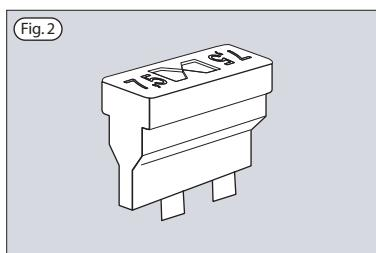

Fig. 2
- Controlla lo spessore del materiale d'attrito (fig. 2). Se lo spessore è ridotto a 1 mm o meno, rivolgiti immediatamente ad un Concessionario o Officina Autorizzata Benelli per effettuare la sostituzione.
- Check the frictional material thickness (fig. 2). If thickness is equal to 1mm or less, immediately apply to a Benelli Dealer or Authorized Workshop to have it renewed.
If the electrical equipment of your scooter gives no signs of life when the ignition key is turned, check the fuse condition by inspecting the reed located on top of the fuse (see figure 2). If the fuse has blown, immediately contact a Benelli Dealer or Authorized Workshop to have the electrical equipment checked.
Dans le cas où le circuit électrique du scooter ne fonctionne pas lorsqu'on met le contact, contrôler l'intégrité du fusible en observant la lamelle placée dans la partie supérieure du fusible (voir fig.2). Si le fusible est hors d'usage, s'adresser immédiatement à un Concessionnaire ou un Garage Agréé Benelli pour le contrôle du circuit électrique.
Die elektrische Anlage des Benelli 49 X ist durch ein in der Nähe der Batterie angebrachte Sicherungen geschützt. Die Sicherungen befinden sich im Batterieraum. Die Sicherungen dienen dazu eventuelle Überlastungen der Stromkreise oder Kurzschlüsse zu verhindern, die die elektrische Anlage beschädigen könnten. Falls die elektrische Anlage nach dem Anlassen mit dem Zündschlüssel kein Lebenszeichen von sich gibt, kontrolliere, ob die Sicherung intakt ist; der Zustand der Sicherung kann anhand der Lamelle im oberen Teil der Sicherung festgestellt werden (Siehe Abb.2). Ist die Sicherung durchgebrannt, wenden Sie sich an einen Benelli Sport Vertragshändler oder den Benelli Kundendienst, damit die Ursache gefunden und beseitigt werden kann, die zum Durchbrennen der Sicherung geführt hat.
En el caso que la instalación eléctrica del scooter no dé señales de vida no obstante se accione la llave de arranque, verificar que el fusible no esté quemado observando el estado de la lámina situada en la parte superior del fusible (véase fig.2). Si el fusible está dañado, dirigirse inmediatamente a un Concesionario o Taller Autorizado Benelli para el control de la instalación eléctrica.